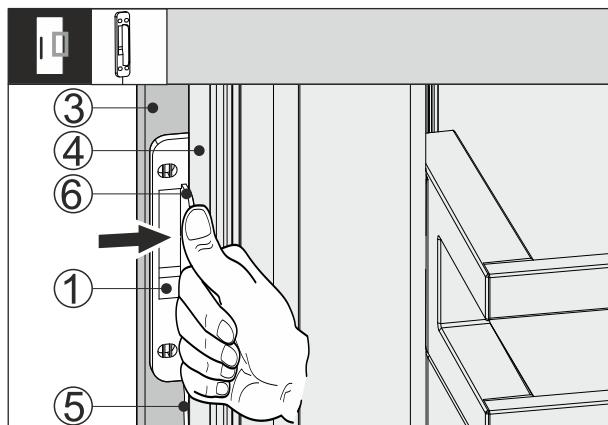

Fig. 66
- ▶ Potisnite senzor trkanja Fig. 66 (1) med sprednjo stran pohištva Fig. 66 (3) in vrata aparata Fig. 66 (4) tako, da je kabel Fig. 66 (5) rahlo napet. Senzor trkanja Fig. 66 (6) se ustavi na vratih aparata Fig. 66 (4).
- ▶ Pritisnite senzor trkanja Fig. 66 (1) na sprednjo stran pohištva Fig. 66 (3).
- ▷ Senzor trkanja Fig. 66 (1) je prilepljen. Pritrditev senzorja trkanja optimizira prenos signala trkanja.
Trajna pritrditev senzorja trkanja Fig. 66 (1) podaljša življensko dobo.
- ▶ Senzor trkanja Fig. 66 (1) privijte na sprednjo stran pohištva s priloženimi Fig. 66 (3) vijke.